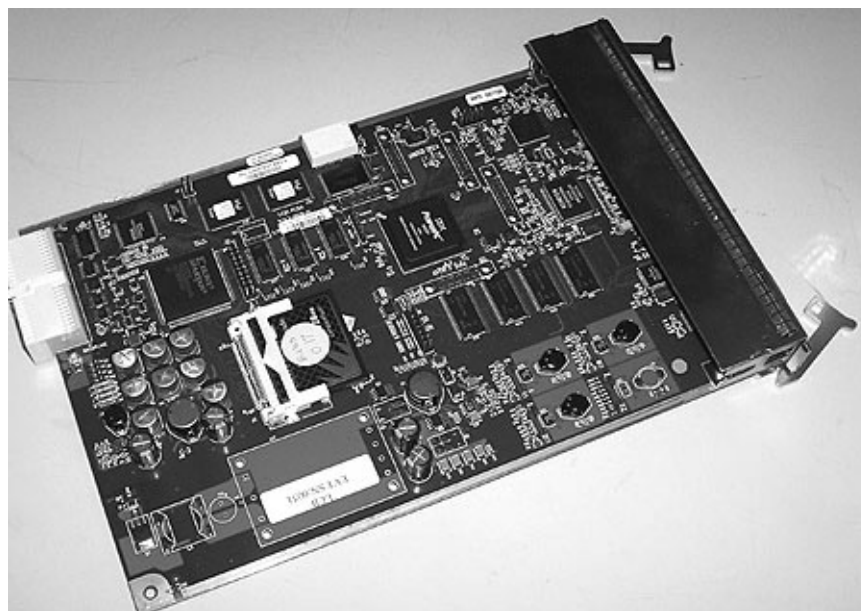

図 11-7. LCB ファームウェア・ボード
5. LCB を制御モジュールから取り外したら、清潔で平らな場所に注意して置きます (図 11-7)。
重要: ファームウェア・ボード上のコンポーネントには決して触れないでください (図 11-7を参照)。ファームウェア・ボードは必ず金属カバー部分を持ち、金属アース・プレーンだけを持って支えます。